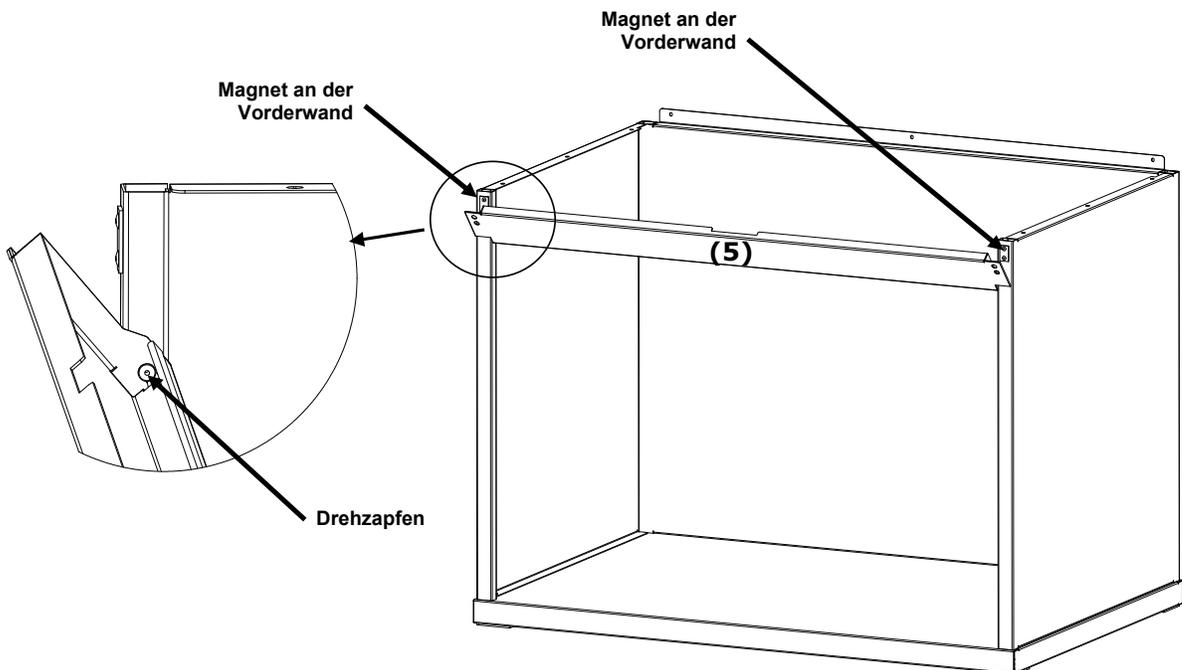

Abbildung 5. Montage der Vorderwand
- Schieben Sie die Befestigungsschlitze der Vorderwand (5) auf die Drehzapfen der beiden Seitenwände.
- Drehen Sie die Vorderseite zum Gerät nach oben, bis die Magnete mit der Vorderwand in Kontakt kommen. Siehe Abbildung 5.